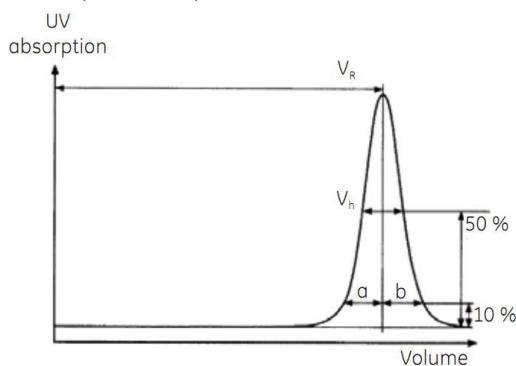

图 1. 柱效检测方法实例
如图 1 所示计算理论塔板数，用如下公式： $N/m = 5.54 (V_R/V_h)^2 \times 1000/L$
计算峰不对称系数 (AS) 公式如下：AS = b/a (如图 1 所示)